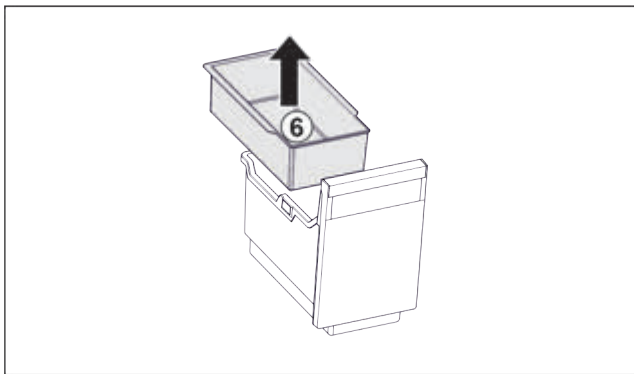

Fig. 85
- ▶ Вийняти підвісний лоток Fig. 85 (6).